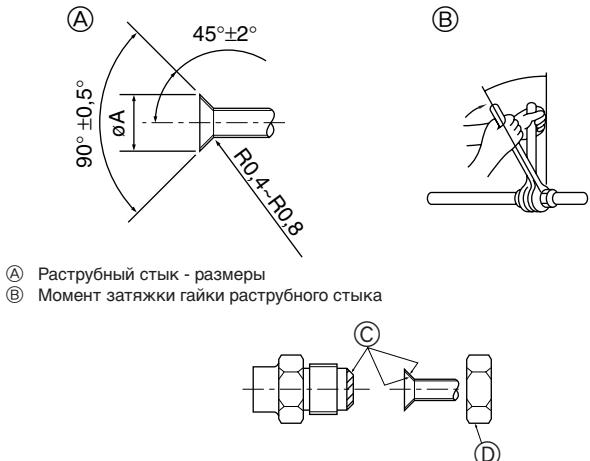

Fig. 4-2
(B) (Fig. 4-2)
4.2. Соединение труб (Fig. 4-2)